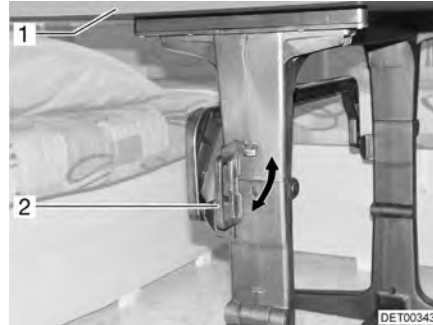

Bild 69 Svängbord
- Vrid handtaget (Bild 69,2) till vågrätt läge.
- Sväng ned bordsskivan (Bild 69,1).